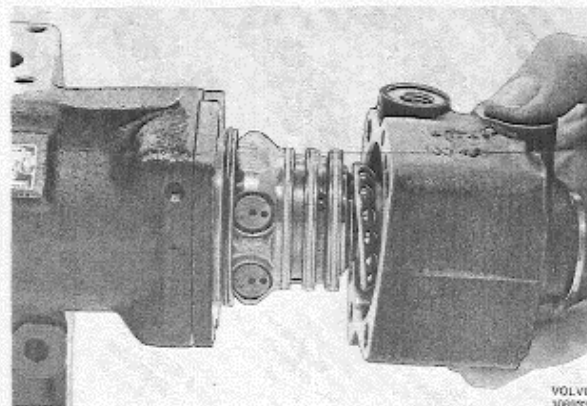

Abb. 97 Abbau des Ventilgehäuses
4. Gummikappe (52) abnehmen und die Befestigungsschrauben (55) für das Ventilgehäuse lösen. Ventilgehäuse (57) vom Lenkgehäuse trennen, s. Abb. 97. Sicherungsring (53) ausfedern und den Wellendichtring (54) herausdrücken.